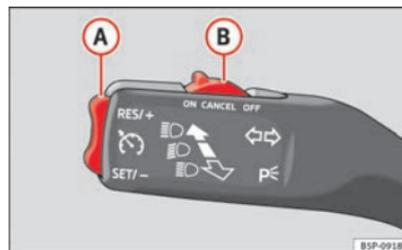

Fig. 147 Levier des cli-gnotants et des feux de route : commutateur et touche basculante pour régulateur de vitesse.
- Déplacez la commande ⇒ fig. 147 B vers la gauche pour la régler sur **ON**.